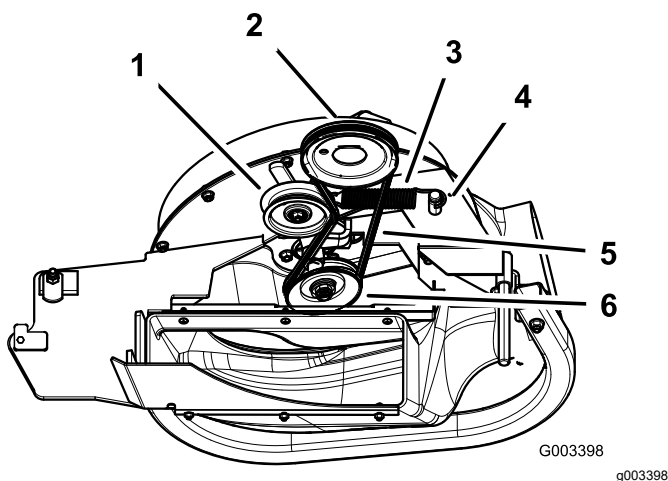

Figura 39
3. Tirez sur la poulie de tension à ressort pour détendre la courroie (Figura 39).
5. Montez la nouvelle courroie autour des poulies de ventilateur et de la poulie du tablier de coupe (Figura 39).
7. Tirez en arrière la poulie de tension rappelée par ressort et chaussez la courroie dessus (Figura 39).